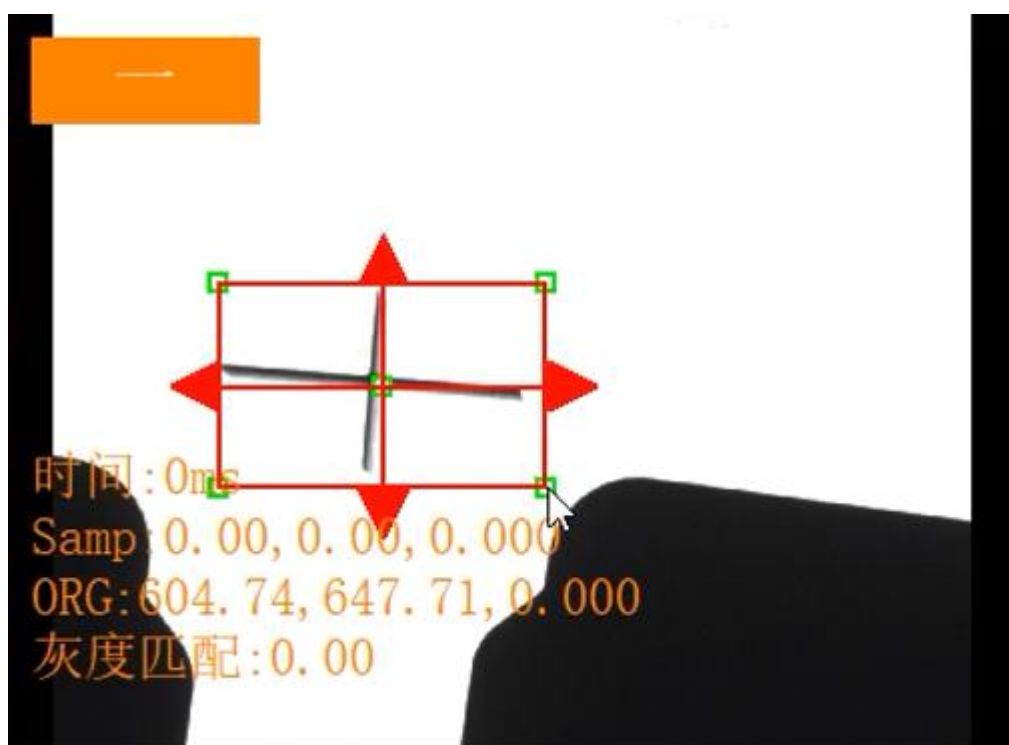

图 2-13
- b. **方形**: 选择方形-“轮廓/灰度”工具（弹出如下图 2-13 所示）->调整好红色框的位置以及大小->再点击鼠标右键，点击“学习靶标”完成靶标学习方法以及保存。